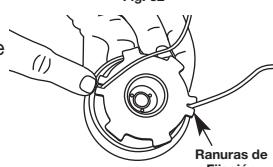

Fig. 32
8. Tome aproximadamente 3 m (10 pies) de nueva línea de corte. Inserte un extremo de la línea a través de uno de los orificios del carrete interior (Fig. 32). Pase la línea a través del carrete interior hasta que queden sólo 4 pulgadas fuera.